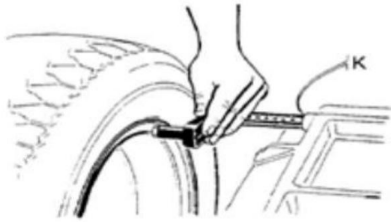

Fig.1
- stel de waarde "a" in: verplaats de meter naar de meetpositie zoals afgebeeld in Afb. 1, houd de meter nog ongeveer 4 seconden op zijn plaats, succesvolle memorisatie is gegeven, zet de meter dan terug op positie 0. (De waarde gemeten in de automatische modus